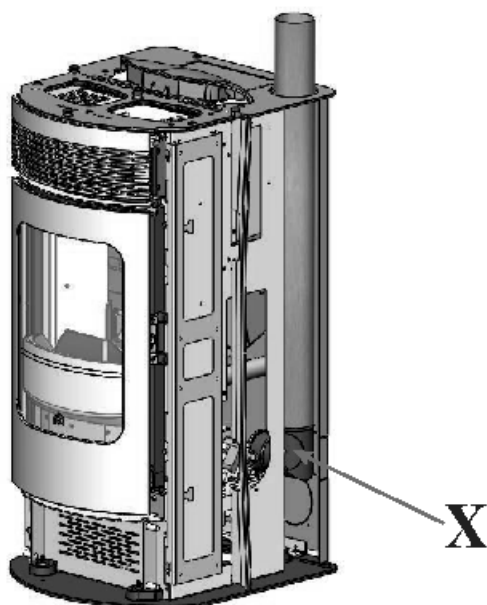

fig. 15
- Remover o cotovelo de união (X - fig. 15) com faixa da voluta de fumos e reposicioná-lo com o engate para a ligação ao tubo de saída de fumos (não fornecido com o aparelho) virado para cima.